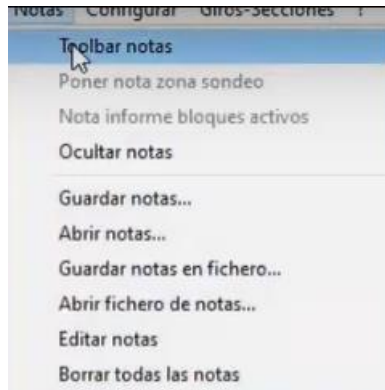

Figura 335. Notas.
41. Presionar clic en el menú superior “Notas” y activar la barra de herramientas de notas. Figura 335